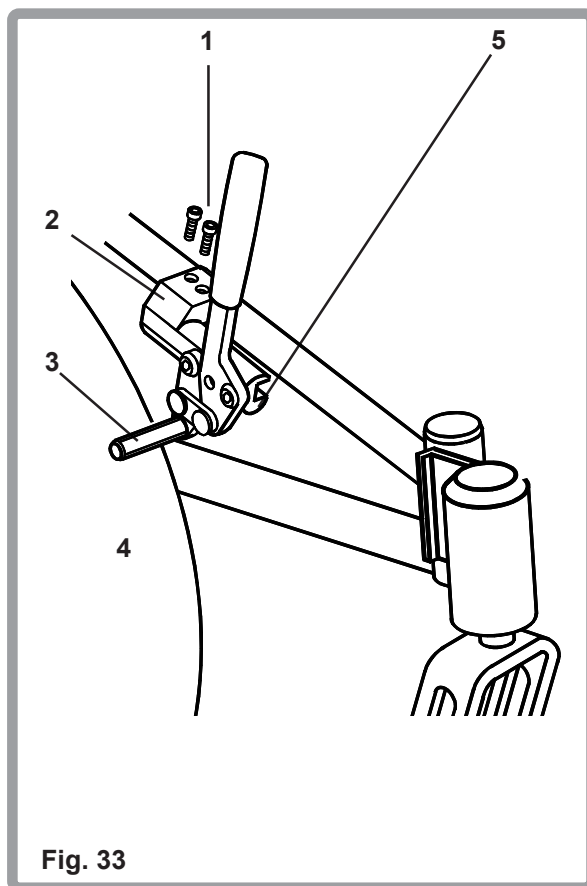

Fig. 33
Para ajustar (Fig. 33) los dispositivos de bloqueo de las ruedas, afloje los tornillos (1) ubicados en la parte superior de cada abrazadera (2). Utilizando una llave Allen de 5mm, gire uno de los tornillos un cuarto de vuelta en sentido antihorario. Repita el mismo procedimiento con el segundo de los dos tornillos. Afloje los tornillos hasta que la abrazadera pueda deslizarse libremente. Deslice la abrazadera hacia la rueda trasera hasta que la barra de sujeción (3) se incruste en el neumático (4) unos 4mm aproximadamente cuando esté en la posición de bloqueo. Apriete los tornillos a una torsión de 15 Nm. Algunos ajustes a efectuar a la posición del dispositivo de bloqueo de la rueda se pueden llevar a cabo sin mover la abrazadera. Para ello, afloje los dos tornillos como se ha descrito arriba. Deslice la barra de montaje (5) hacia adelante o hacia atrás y gírela hasta lograr el ángulo adecuado. La barra de sujeción debería incrustarse en el neumático unos 4 mm aproximadamente cuando esté en la posición de bloqueo. Apriete los tornillos a una torsión de 15 Nm.